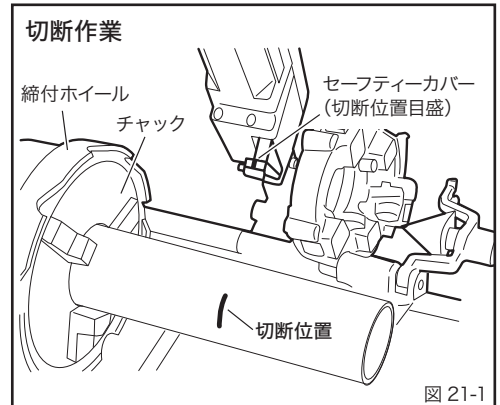

図 21-1
- ①切断するパイプは必ずしっかりとチャッキングしてください。
- ②セーフティーカバーの切断目盛を切断位置に合わせ、パイプマシンのスイッチを ON にしてください。(図 21-1)